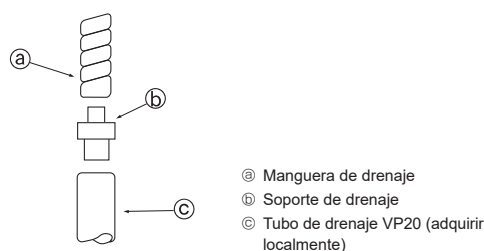

Fig. 5-1
5.1. Trabajo de tubo de drenaje (Fig. 5-1)
- Cuando conecte el VP20 utilice el soporte de drenaje accesorio ⑥. Fije bien el soporte al tubo con cinta adhesiva de cloruro de vinilo para que no gotee.